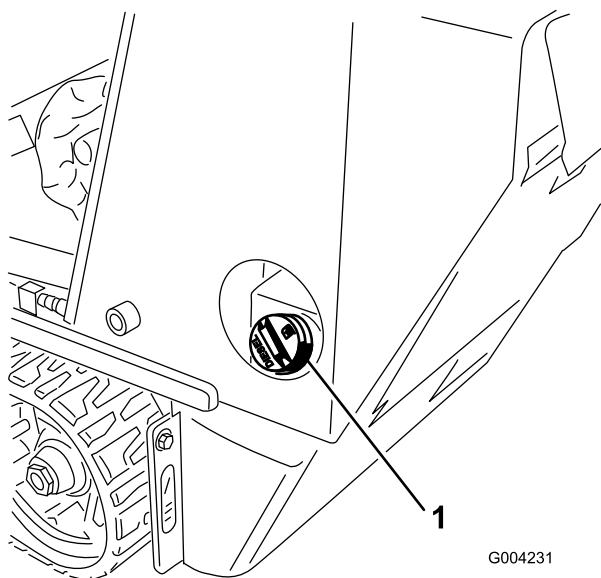

Figura 15
1. Retire el tapón del depósito de combustible (Figura 15).